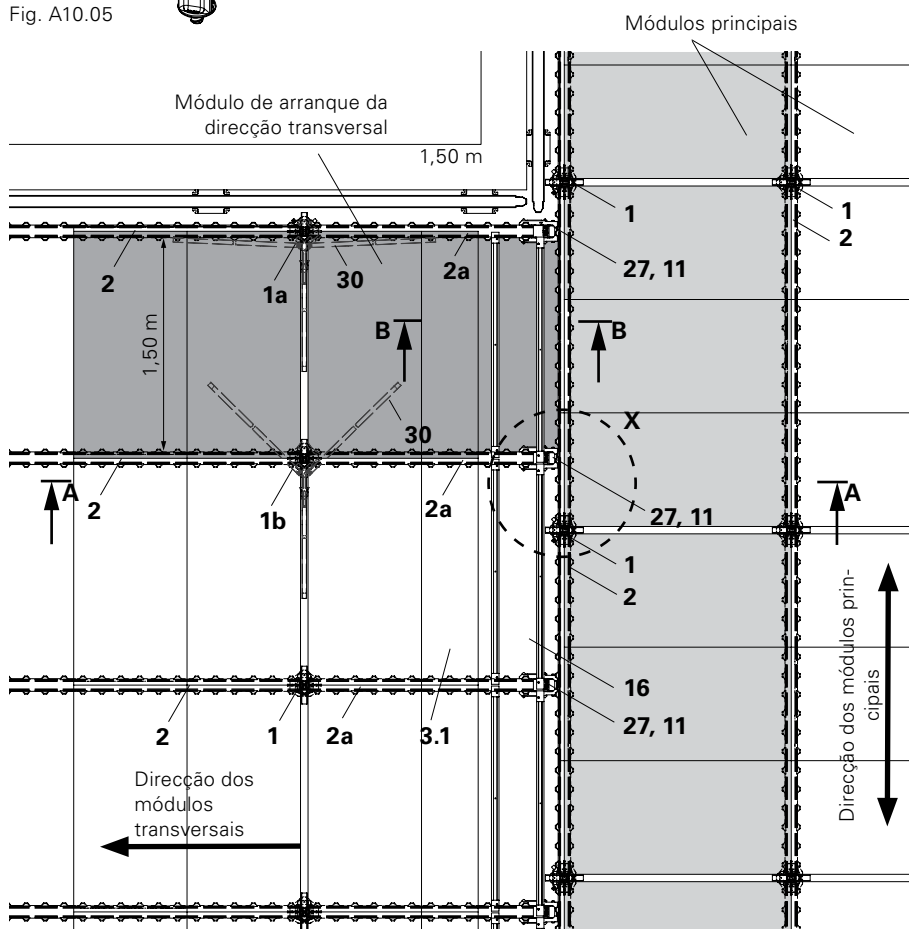

Fig. A10.06
(Fig. A10.06 + A10.06a)
3. Montar o segundo cabeçal de caída a uma distância de 1,50 m. (Fig. A10.06)
4. Posicionar um prumo para laje com cabeçal de caída SFK (1a) na direcção do módulo transversal. (Fig. A10.06)
5. Posicionar o segundo prumo para laje com cabeçal de caída SFK (1b) e fixar os prumos com tripés (30). (Fig. A10.06)
6. Montar a viga principal SLT 150 / 225 (2a) nos cabeçais de caída. (Fig. A10.06, A10.08, A10.08a)
Montar módulos transversais adicionais da mesma maneira que o primeiro módulo transversal em conjunto com a viga principal SLT 225. (Fig. A10.06)
3. Fixar o apoio de extremidade SSL (11) na viga principal SLT na zona de fecho. Instalar a viga de extremidade SRT 150-2 (9) assim como o fecho em madeira SPH 225 (12) e placas de compensação (16), ver Secção A5 Compensações. (Fig. A10.06, A10.06a, A10.08a)